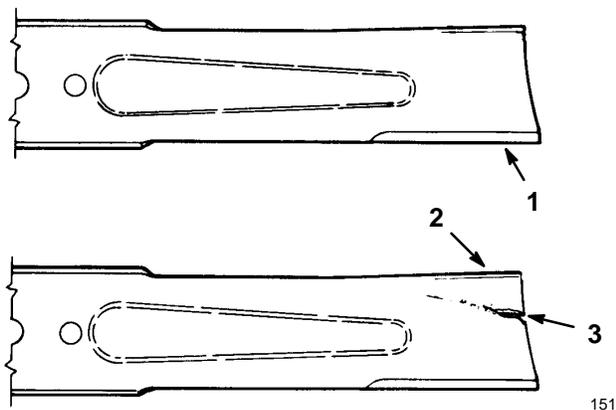

Figure 35
2. Inspecter les arêtes de coupe (Fig. 35). Si elles ne sont pas tranchantes ou si elles présentent des traces de coups, déposer les lames et les aiguiser, voir Aiguisage des lames, page 39.
3. Inspecter les lames, surtout à l'endroit de l'incurvation (Fig. 35). Si une lame semble endommagée ou usée ou s'il s'y forme une entaille (Fig. 35), la remplacer immédiatement.